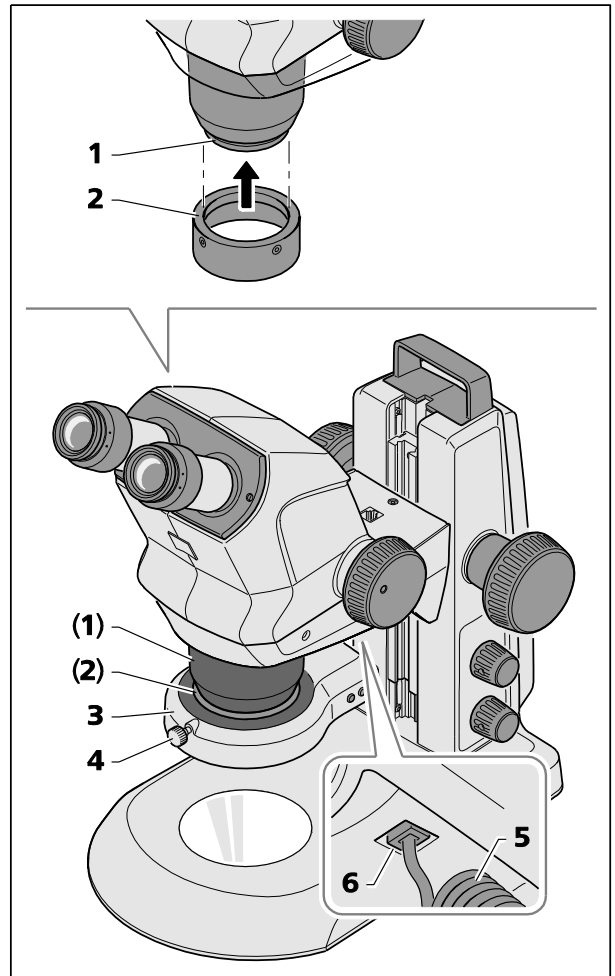

Abb. 9 Ringleuchte montieren
- Den Haltering A53 (Abb. 9/2) von unten gegen das Staubschutzglas (Abb. 9/1) des Stemi 508 drücken und durch Anziehen der beiden Halteschrauben (Innensechskant, SW 3) sichern.
- Das Anschlusskabel (Abb. 9/5) der Ringleuchte (Abb. 9/3) in die untere Anschlussbuchse (Abb. 9/6) der Stemi Aufnahme und die Anschlussbuchse der Ringleuchte stecken.
- Die Ringleuchte von unten auf den Vorschraubring A53 (Abb. 9/2) drücken und mit der Rändelschraube (Abb. 9/4) sichern.
- Anschließend die Ringleuchte mit dem Adapter nach oben auf die Vorsatzoptik schieben und mit der Klemmschraube befestigen (siehe Abb. 9).